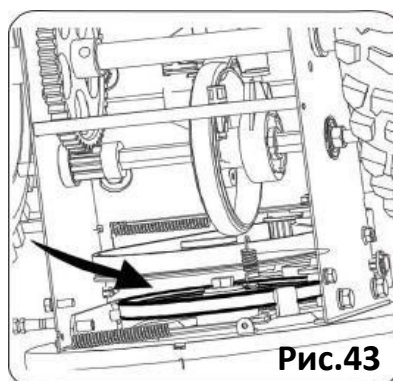

Рис.43
- Снимите приводной ремень со шкива и разместите между фрикционным колесом и диском фрикциона см.рис.43.